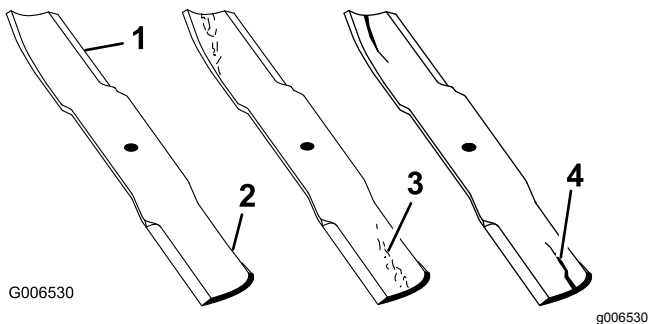

Figura 132
2. Verificate accuratamente i taglienti (con particolare attenzione ai punti d'incontro delle sezioni piatta e curva della lama), come illustrato nella Figura 132.
Nota: Sabbia e materiali abrasivi possono consumare il metallo che connette le sezioni piatta e curva della lama, per cui si consiglia di controllare la lama prima di usare il tosaerba. Se riscontrate segni di usura, sostituite la lama (Figura 132).